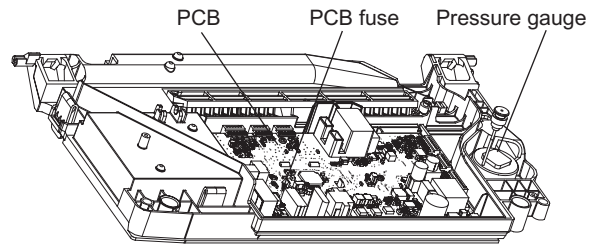

Fig. 8.1
8.7 FUSE - Fig. 8.1
8.8 PCB - Fig. 8.1
8.13 PRESSURE GAUGE - Fig. 8.1